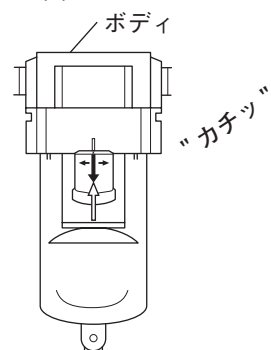

図5
- ② そのままの状態でもまたは左に45度回転させて、ロックボタンの矢印部がボディ前面の∥印まで（カチッと音がする）回転させてください、このときケースが固定されたことを確認してください。(図5)
- ③ ドレンコックを閉じます。